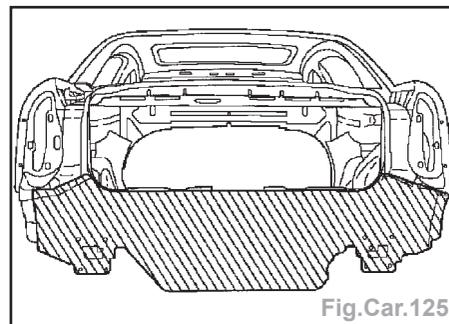

Fig.Car.125
- Retirer par perçage le panneau arrière intérieur (Fig.Car.125).